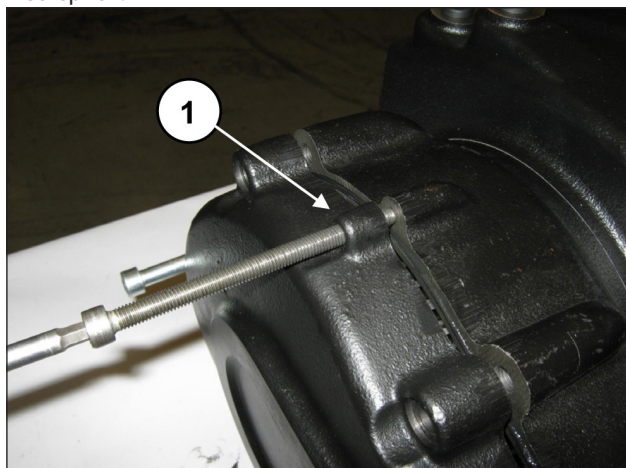

Рис. 6
Постепенно затягивайте 3 винта М8 (поз. ①, Рис. 6), играющие роль съемников, до полного снятия крышки с шестерней.